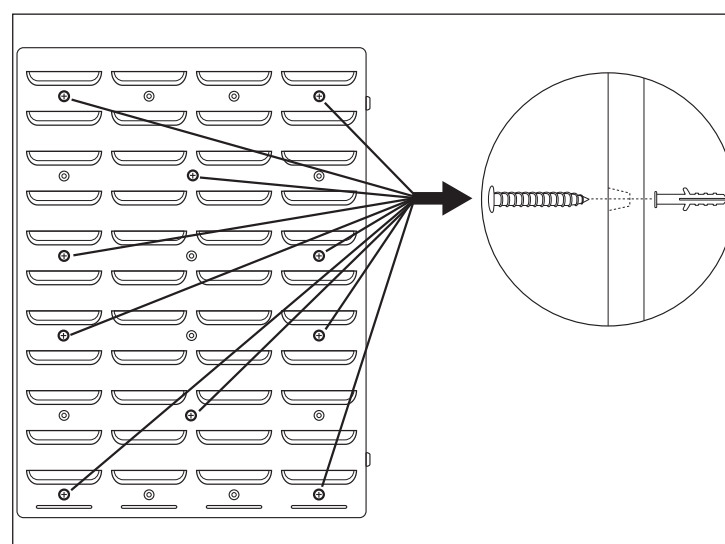

Fig. 2
- Avvitare i pannelli alla parete (ciascuno con almeno 10 viti) (vedi fig. 2).